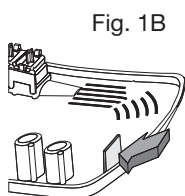

Fig. 1B
- Briser la lamelle de plastique en exerçant une pression sur celle-ci (Fig. 1B).